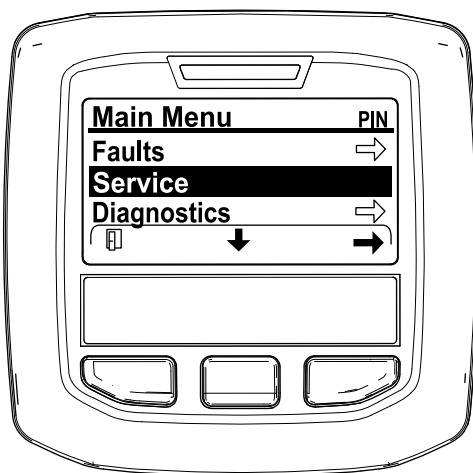

Bild 49
2. Navigieren Sie auf das HAUPTMENÜ, drücken Sie die mittlere Taste, um auf das Menü SERVICE zu navigieren; drücken Sie die rechte Taste, um die Option SERVICE auszuwählen (Bild 49).